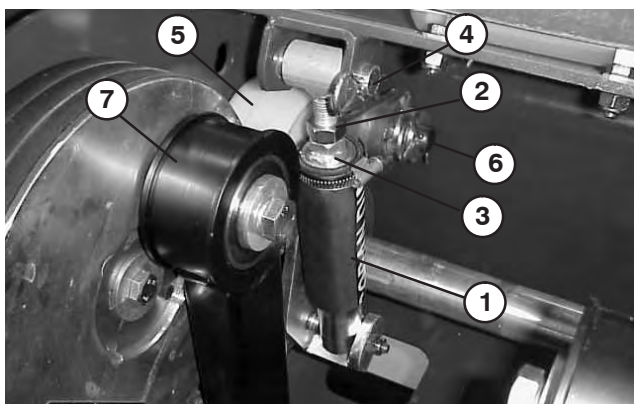

Figure 32
1. Desserrez l'écrou de blocage fixant le tube de tension au bras de tension (Fig. 32).
2. Tournez la pièce hexagonale sur le dessus du bras de tension jusqu'à ce que toute la tension du ressort soit éliminée (Fig. 32).
3. Retirez la goupille fendue et la goupille de tension fixant le haut de l'ensemble ressort au châssis (Fig. 32).
4. Retirez la goupille fendue fixant l'ensemble poulie de tension à l'arbre de tension (Fig. 32). Retirez l'ensemble de tension de l'arbre.
5. Retirez la vis, la rondelle-frein et la rondelle plate fixant le dessus du bras d'aération à la poulie (Fig. 32).